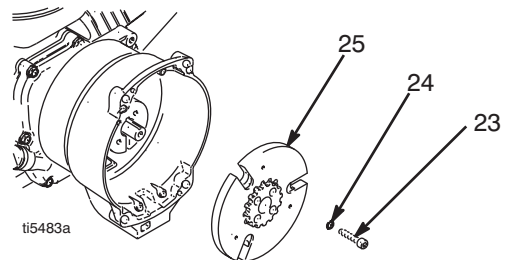

FIG. 7
8. FIG. 7. Utilize uma chave de percussão ou algo que sirva de cunha entre o induzido da embraiagem (25) e o cárter da embraiagem (19), para que o veio do motor fique seguro durante a remoção.
9. Retire quatro parafusos (23) e as anilhas de segurança (24).